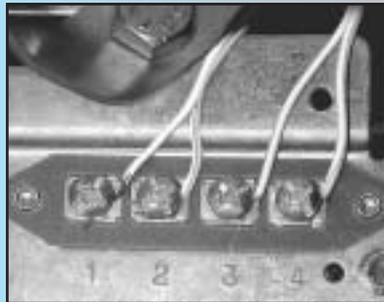

Fig. 4-2
3. Acople los cables a los terminales, Fig. 4-2 y Fig. 4-3.
3. Connecter les fils aux bornes. Fig. 4-2, Fig. 4-3.